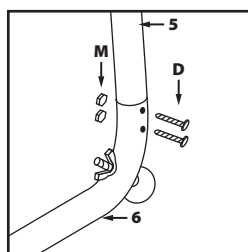

Abb. 9
- Nehmen Sie die Bauteile markiert als **5 und 6**. Befestigen Sie **5** an **6**, benutzen Sie die Befestigungsteile markiert als **D und M (Abb. 9).**